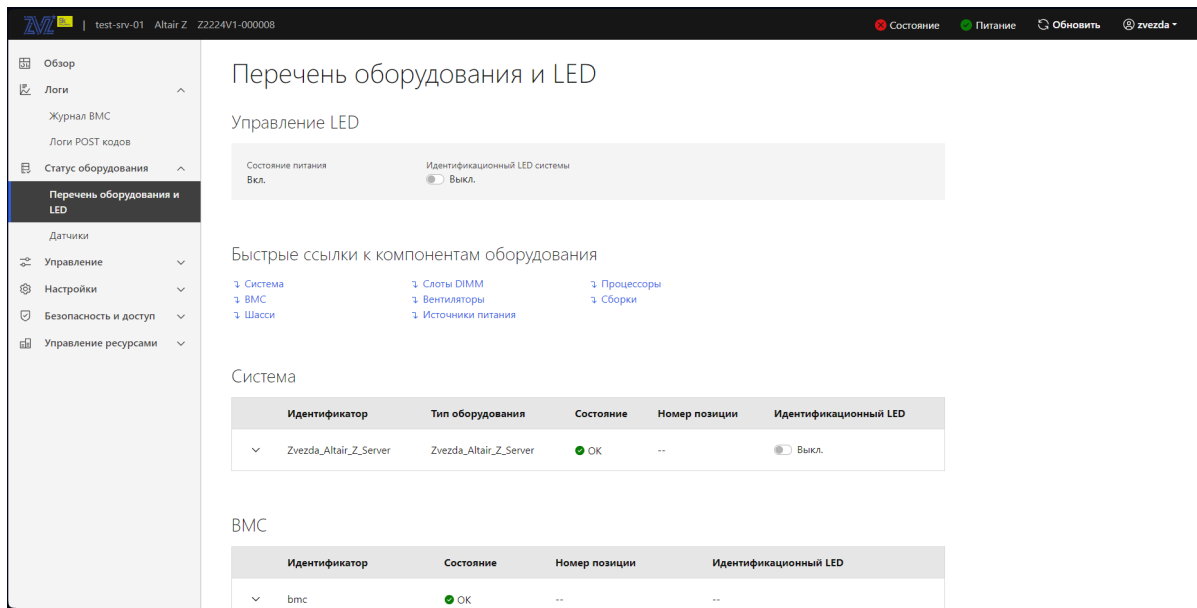

Рис. 80. Окно «Перечень оборудования и LED»
- 4) Пройдите во вкладку «Статус оборудования» → «Перечень оборудования и LED» в данной вкладке отображается перечень и статус оборудования. В поле «Управление LED» отображается состояние питания, переведите переключатель «Идентификационный LED системы» в активное положение для включения светодиода индикации сервера. В поле «Быстрые ссылки к компонентам оборудования» приведен список быстрых ссылок к компонентам сервера и их состоянию. В поле «Система» отображается тип оборудования и его состояние. В поле «BMC» отображается состояние BMC. Окно показано на рис. 80 Окно «Перечень оборудования и LED»